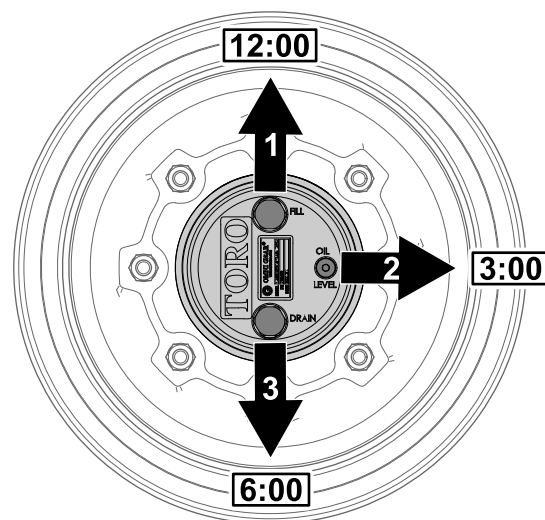

Figura 103
1. Parcheggiate la macchina su una superficie pianeggiante, posizionate la ruota in modo che il tappo di riempimento si trovi nella posizione a ore 12, il tappo di controllo nella posizione a ore 3 e il tappo di spurgo nella posizione a ore 6 (Figura 103).
2. Rimuovete il tappo di controllo nella posizione a ore 3 (Figura 103).
1. Parcheggiate la macchina su una superficie pianeggiante, posizionate la ruota in modo che il tappo di riempimento si trovi nella posizione a ore 12, il tappo di controllo nella posizione a ore 3 e il tappo di spurgo nella posizione a ore 6; fate riferimento alla Figura 103 in Controllo del lubrificante della trasmissione degli ingranaggi a ruotismo planetario (pagina 67).